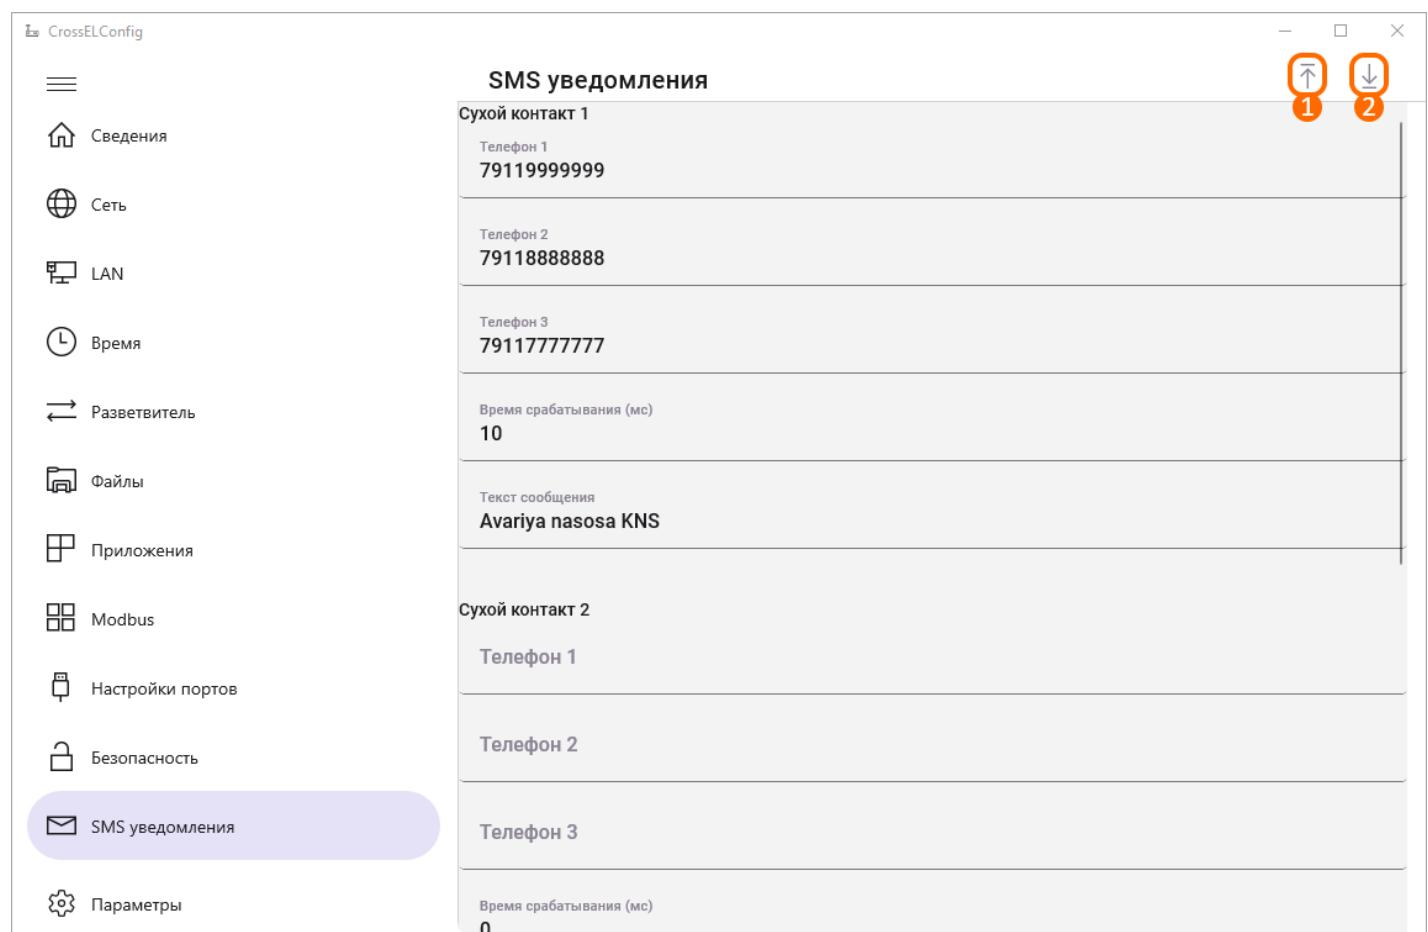

Рисунок 14 – Вкладка «SMS уведомления»
Вкладка позволяет настроить SMS-уведомления о срабатывании сухих контактов (рис. 14).
- Кнопка записи параметров (рис. 14, элемент 1) позволяет записать параметры SMS-уведомлений;
- Кнопка чтения параметров (рис. 14, элемент 2) позволяет считать параметры SMS-уведомлений.